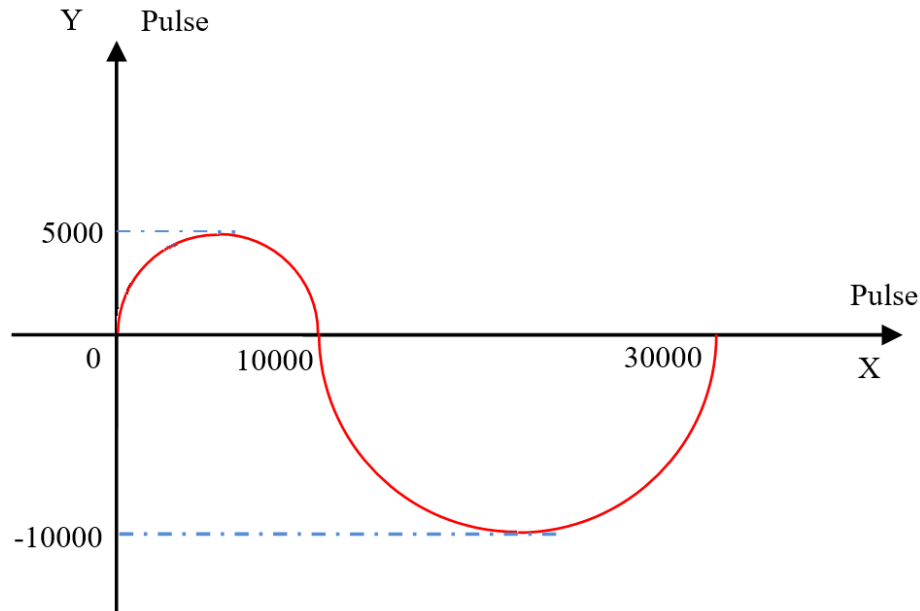

图 8.16 XY 轴的圆弧插补轨迹
**例程 8.3:** 编写程序实现 XY 轴圆弧插补运动，如图 8.16 所示。采用模式 2-终点半径模式，第一段轨迹顺时针运动到 (10000, 0)，半径 5000，第二段轨迹逆时针运动到 (30000, 0)，半径 10000，单位为 Pulse；运行速度 10000Pulse/s，加减速速度 20000Pulse/s2。